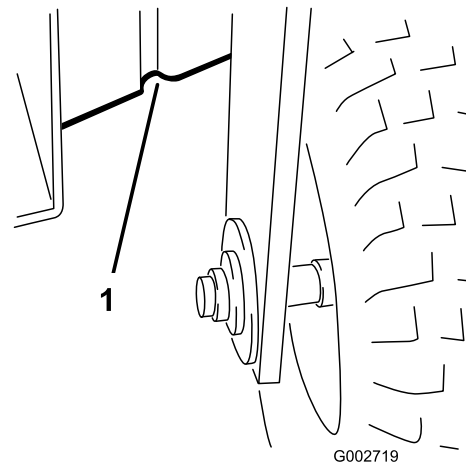

Figura 18
- Delante – debajo del bastidor, detrás de la rueda delantera (Figura 18).